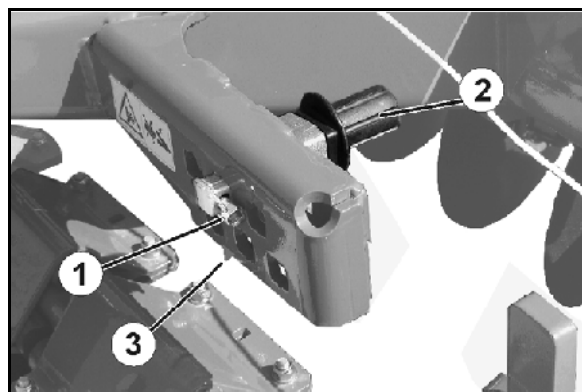

Рис. 38
Для этого имеются в распоряжении 6 гнезд (Рис. 38).
3. Ослабьте пружинный фиксатор (Рис. 38/1).
4. Поставьте эксцентриковый палец (Рис. 38/2) в нужное гнездо.
- Удобное место для крепления маркировано стрелкой (Рис. 38/3).